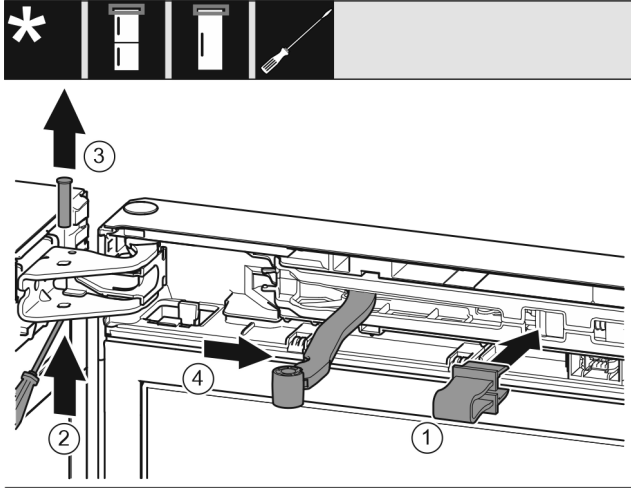

Fig. 9
- Pattintsa be a biztosítékot a nyílásba. Fig. 9 (1)
- Tolja ki a csapszeget csavarhúzóval. Fig. 9 (2)
- Vegye ki a csapszeget felfelé. Fig. 9 (3)
- Forgassa az ajtó irányába a csuklót. Fig. 9 (4)